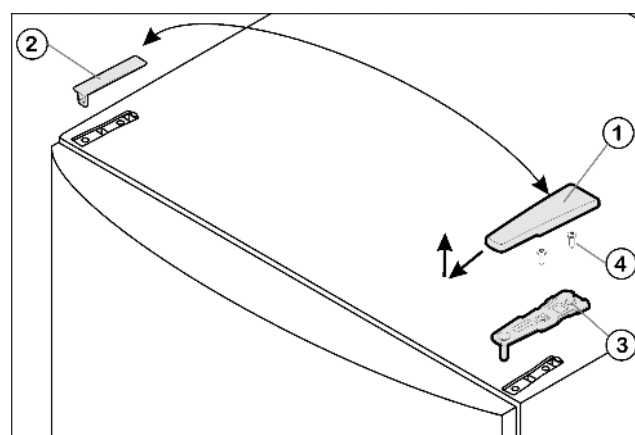

Fig. 4
- ▶ Потяните крышку Fig. 4 (1) вперед и вверх.
- ▶ Снимите крышку Fig. 4 (2).
- ▶ Открутите верхний опорный кронштейн Fig. 4 (3)(2 шт. Torx® 25) Fig. 4 (4) и вытяните вверх.
- ▶ Установите верхний опорный кронштейн Fig. 4 (3) на новой стороне шарнира и защелкните в дверце.
- ▶ Привинтите верхний опорный кронштейн (с моментом 4 Нм)(2 шт. Torx® 25) Fig. 4 (4). При необходимости проделайте отверстия или используйте аккумуляторную отвертку.
- ▶ Наденьте и защелкните крышку Fig. 4 (1) и крышку Fig. 4 (2) на противоположной стороне снаружи.